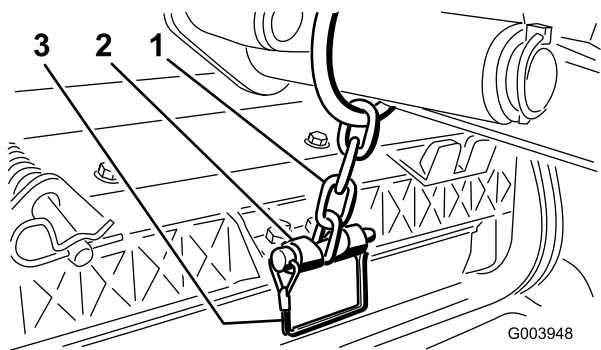

図 19
14. スナップピンで、昇降アームのチェーンをチェーンブラケットに固定する 図 19。